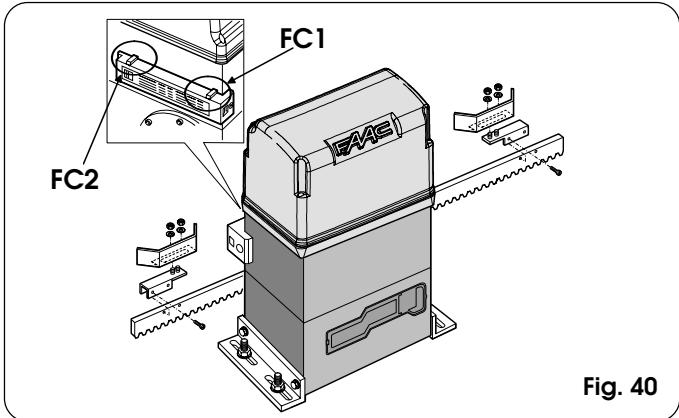

Fig. 40
- Monter de eindaanslag waarbij u het plaatje centreert ten opzichte van de schroefpennen van de drager (fig. 40).